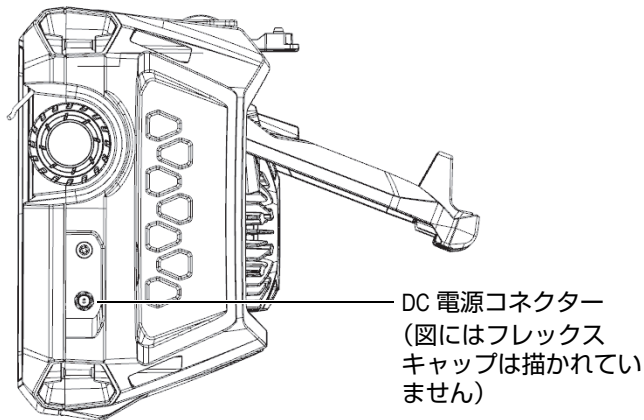

図 3-1 DC 電源コネクター
2. OmniScan X3 の本体の右側にある DC 電源コネクタのゴム製のフレックスキャップを取り外します (42 ページの図 3-1)。